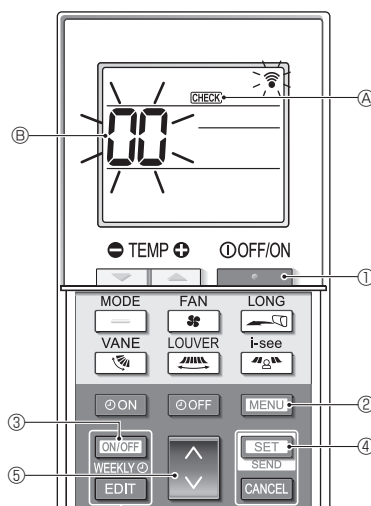

Fig. 7-6
■ Autocomprobación (Fig. 7-6)
- Pulse el botón ① para detener el acondicionador de aire.
- Si el temporizador semanal está activado (se muestra **WEEKLY**), pulse el botón ③ para desactivarlo (no se muestra **WEEKLY**).
- Pulse el botón ② durante 5 segundos.
- Se muestra **CHECK** ⑦ y la unidad entra en el modo de autocomprobación.
- Pulse el botón ⑤ para seleccionar la dirección del refrigerante (dirección M-NET) ⑧ de la unidad interior para la que desea realizar la autocomprobación.
- Pulse el botón ④.
- Pulse el botón ①.
- CHECK** ⑦ y la dirección del refrigerante (dirección M-NET) ⑧ se apagan y se completa la autocomprobación.